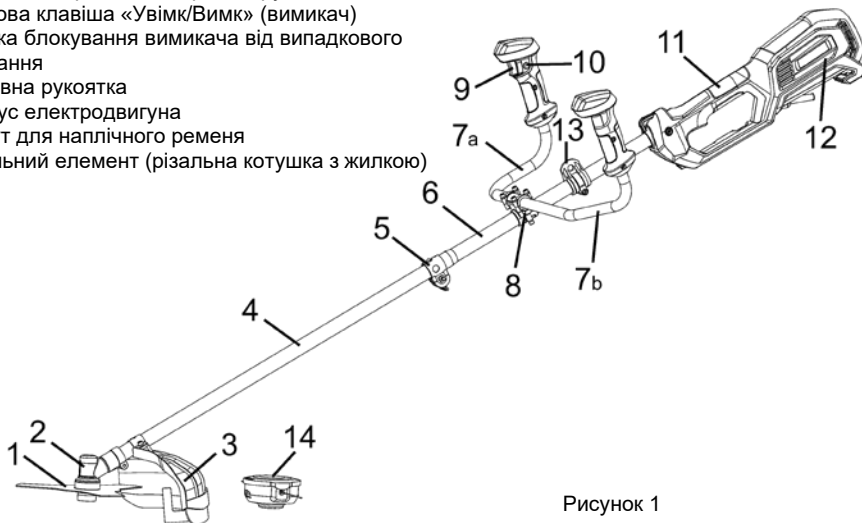
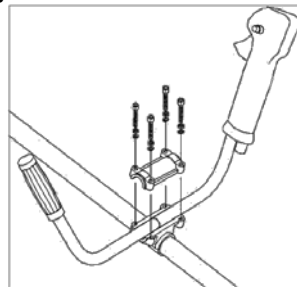
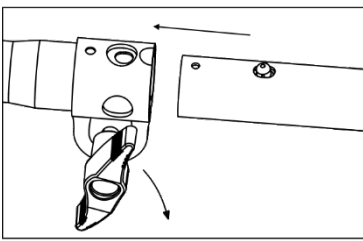
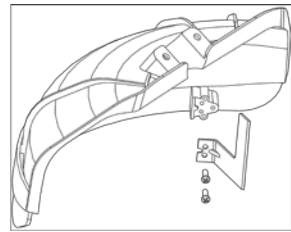

Рисунок 1
Рисунок 2
Рисунок 3
Рисунок 4
- встановіть передні рукоятки (7а та 7б, рисунок 1) на верхній штанзі (6, рисунок 1) за допомогою призначених для цього кронштейнів і кріпильних елементів (дивіться рисунок 2);
- введіть верхню частину нижньої штанги виробу (4, рисунок 1), орієнтуючи штангу по отвору в з'єднувальному вузлу (5, рисунок 1), в нижню частину верхньої штанги (6, рисунок 1) до щільного з'єднання і фіксації валу в призначеній втулці. Затягніть смушкову гайку з'єднувального вузла (5, рисунок 1) для надійної фіксації з'єднання верхньої і нижньої частин виробу (дивіться рисунок 3);
- встановіть захисний кожух (3, рисунок 1) на нижній штанзі за допомогою гвинтів і кронштейна (дивіться рисунок 4). Зніміть захист з ножа-обмежувача довжини жилки, встановленого на захисному кожусі;
- встановіть наплічний ремінь до призначеного для цього хомута кріплення (13, рисунок 1).